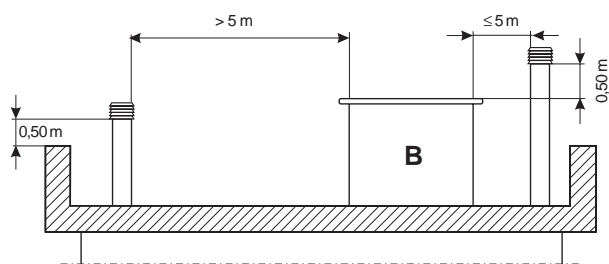

Fig. 5.2.4
- Afin d'éviter des inconvénients éventuels pendant le tirage, chaque cheminée doit avoir un conduit de fumée indépendant. S'il y a plusieurs conduits de fumée sur le toit, il faudra que ceux-ci se trouvent à au moins 2 mètres de distance l'un de l'autre et que la cheminée de toit du Monoblocco **DÉPASSE** les autres d'au moins 40 cm (Fig.5.2.4, 5.2.5). Si les cheminées de toit sont proches les unes des autres, il faudra les séparer par des cloisons.
- Les figures 5.2.4 (TOIT PLAT; **B** volume technique) et 5.2.5 (TOIT INCLINÉ; **B** au-dessus du faîte) indiquent les données du tableau des prescriptions UNI 10683/98 relatives aux distances et à l'emplacement des cheminées sur le toit.
Si hubiera más chimeneas en el tejado, es oportuno que las demás se hallen a 2 metros de distancia como mínimo y que la chimenea del Monoblocco sea por lo menos 40 cm **MÁS ALTA** que las otras (Fig.5.2.4 y 5.2.5). Si las chimeneas están muy cerca, se deben disponer unos separadores.